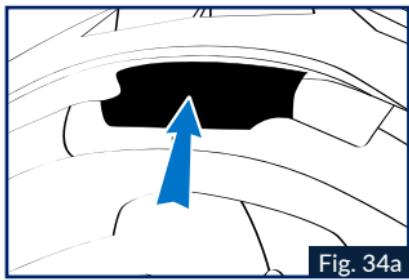

Fig. 34a
4. Setzen Sie den Akku (mit Schaumstoff) in die Aussparung auf der Rückseite des Helms ein (siehe Abb. 34a/b/c). Der Polsterschaum muss sich zwischen dem Akku und der Abdeckung befinden.